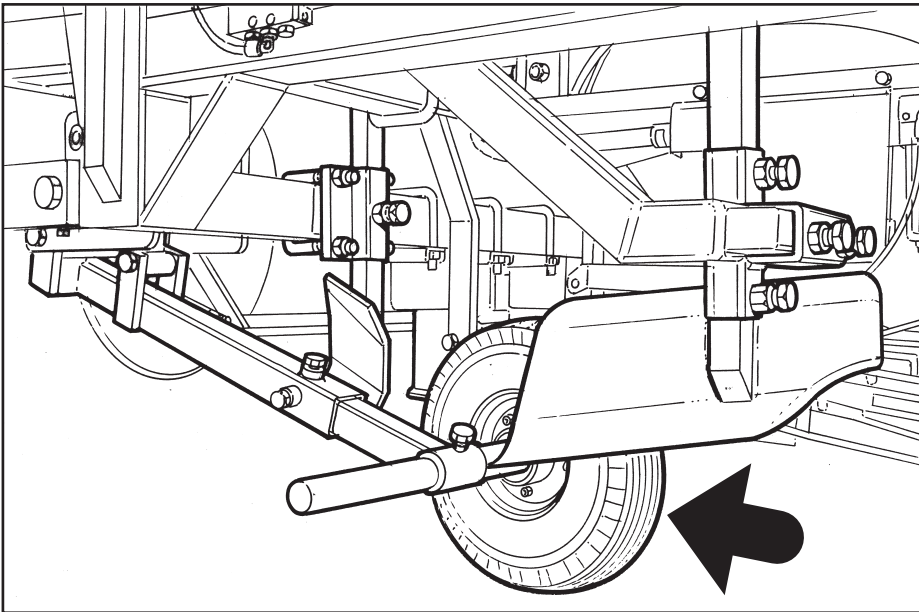

Fig. 3
- 12) Regolatore pressione ruote laterali tenuta film (Fig. 3).
- 12) Pressure regulator for film seal side wheels (Fig. 3).
- 12) Régulateur de pression des roues latérales de retenue du film (**Fig. 3**).
- 12) Regulador presión ruedas laterales empaquetadura film (**Fig. 3**).